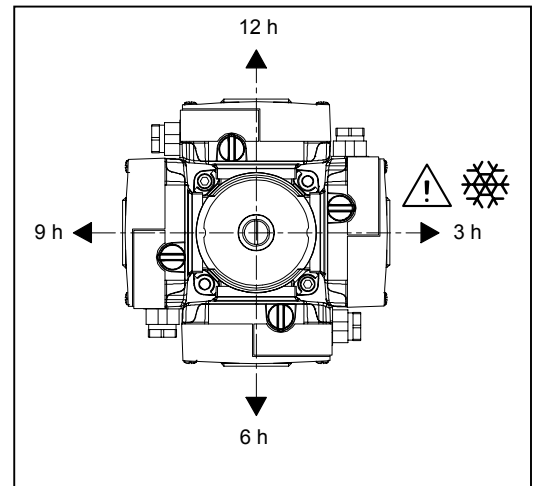

Рис. 4
- Для правильного расположения клеммной коробки корпус двигателя можно повернуть после отпускания винтов крепления двигателя. Возможное расположение клеммной коробки показано на рис. 4.